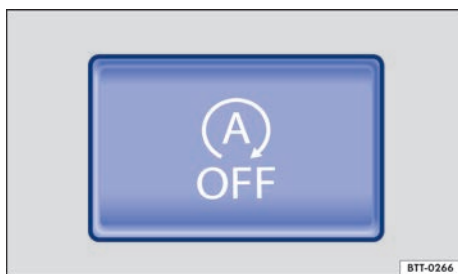

Fig. 146 En la consola central: tecla del sistema Start-Stop.
- Para desconectar el sistema, pulse la tecla  situada en la consola central → fig. 146. Cuando el sistema Start-Stop está desconectado, se enciende el testigo de control de la tecla.
- Para volver a conectar el sistema, pulse de nuevo la tecla  de la consola central → fig. 146.